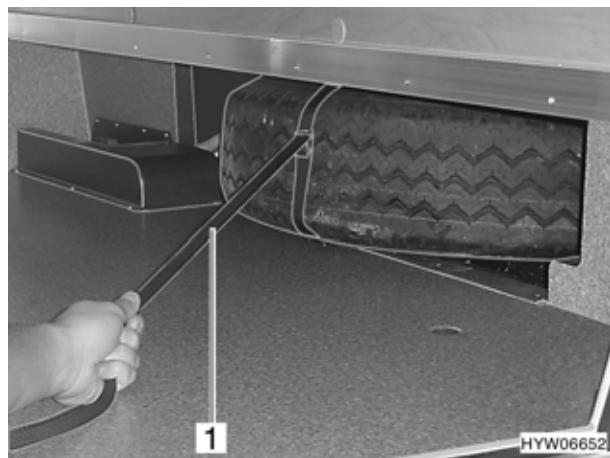

Fig. 209 Ruota di scorta sottoscocca
- Estrarre la ruota di scorta con la cintura di arresto (Fig. 209,1).